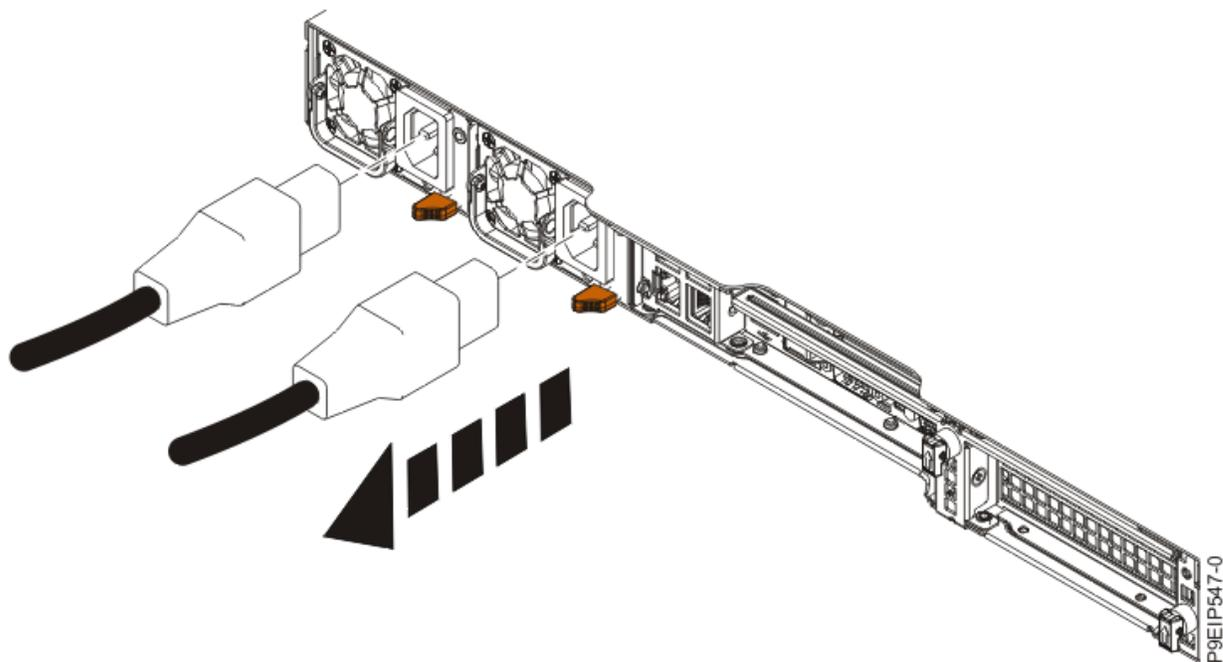

図 73: システムからの電源コードの取り外し
2. 電源コードにラベルを付けて、システム装置から切り離します (98 ページの図 73 を参照)。